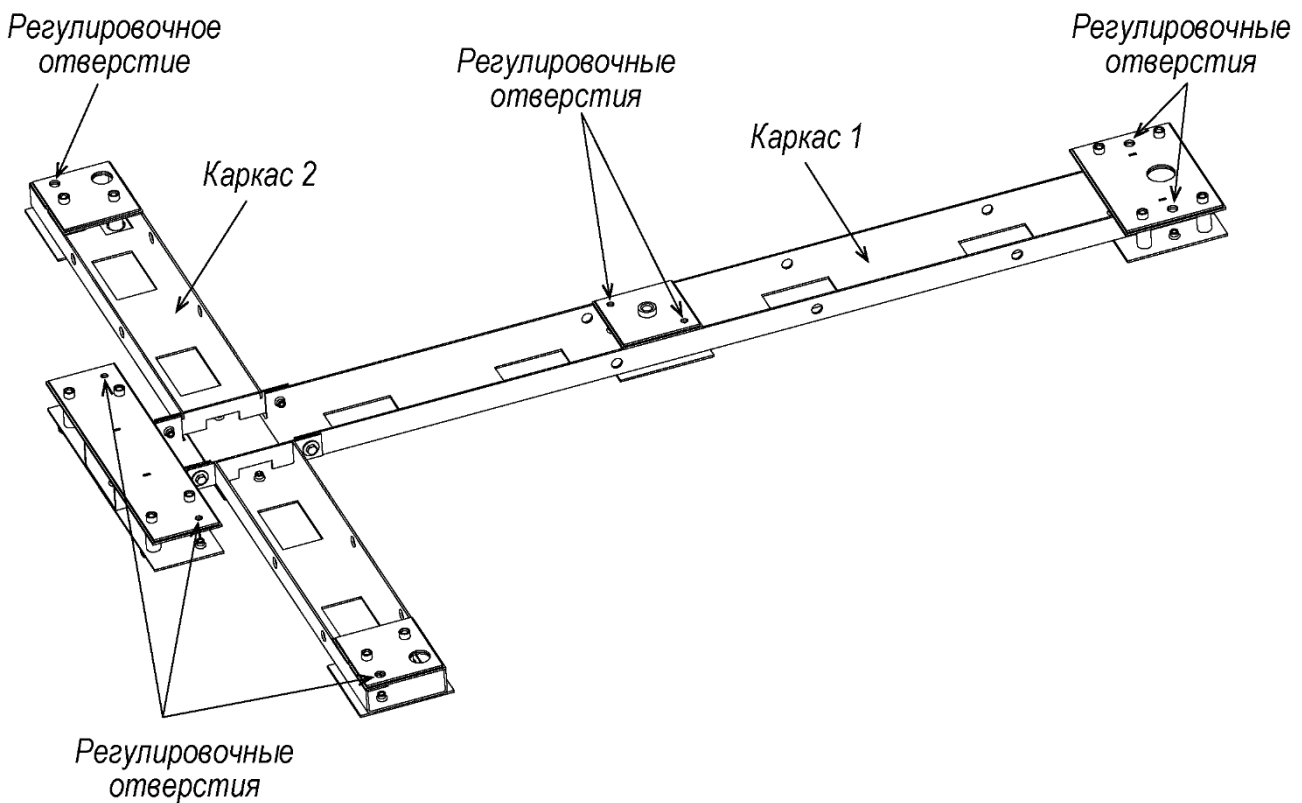

Рисунок 2. Схема сборки рамы
3. Соберите раму монтажную в соответствии с рис. 2.